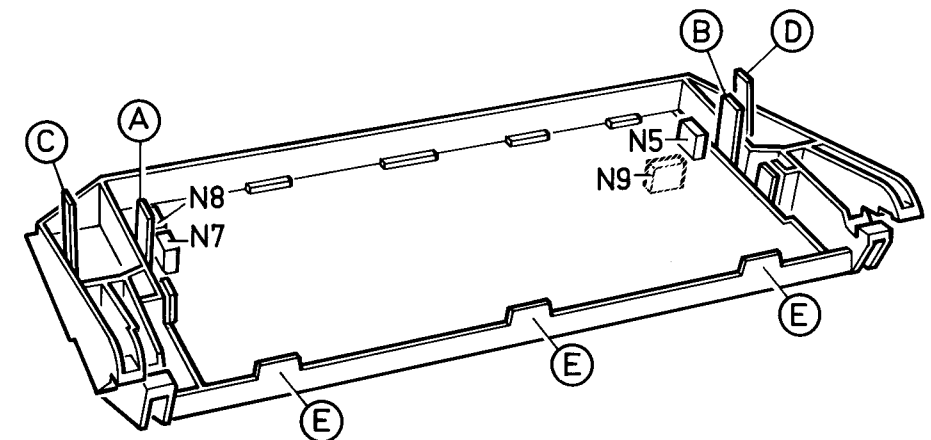

Fig. II-1
1. Wenn die Rasthebel A und B (siehe Bild II-1) zu einander hin gedrückt werden, lässt sich das Chassis aufklappen. Beim Zuklappen ist zu beachten, dass keine Kabelbäume eingeklemmt werden.
2. Wenn Sie die Rasthebel C und D zu sich hinziehen (siehe Bild II-1), lässt sich die Kunststoffhalterung, in welcher die Stromversorgungsplatte am Gehäuseboden montiert ist, herausziehen.
3. Für Reparaturen an der Stromversorgungsplatte ist folgendermassen vorzugehen (siehe Bild II-1).